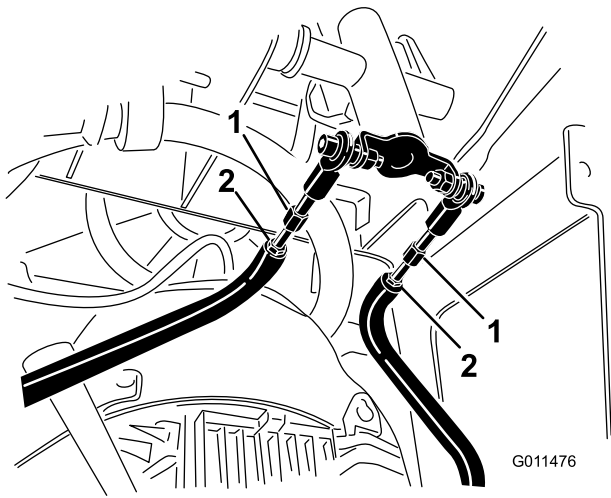

Figura 54
- D. Solte as porcas de aperto nas hastes de tração, abaixo do painel de controle (Figura 54).